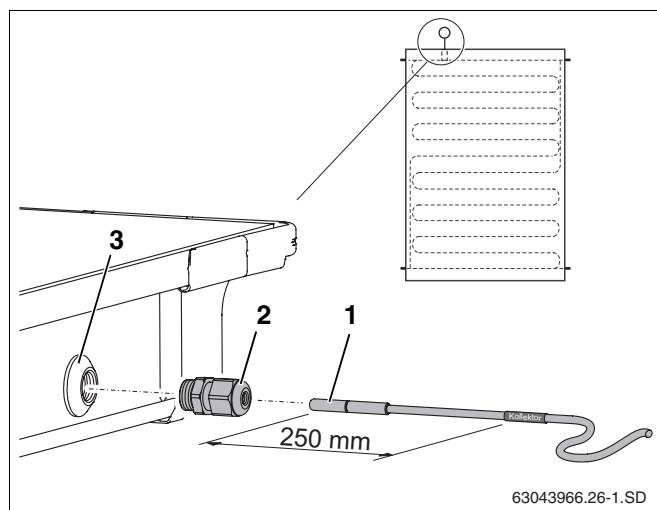

Рис. 32 Установка датчика в коллектор
Для исправной работы солнечной установки необходимо, чтобы коллекторный датчик (рис. 32, **поз. 1**) был вставлен в установочную трубку до упора (примерно на 250 mm).
- Проткнуть датчиком или отверткой уплотнительный слой в гильзе (рис. 32, **поз. 3**).
- Закрутить зажимную втулку (рис. 32, **поз. 2**) в гильзу.
- Затянуть зажимную втулку (рис. 32, **поз. 2**), удерживая от сворачивания.
Если Вы проткнули гильзу (рис. 32, **поз. 3**) не в том коллекторе, в котором нужно, то ее нужно плотно закрыть заглушкой из комплекта для подключения. Но прежде нужно, используя резьбовую втулку (рис. 32, **поз. 2**), удалить находящуюся в гильзе гайку.